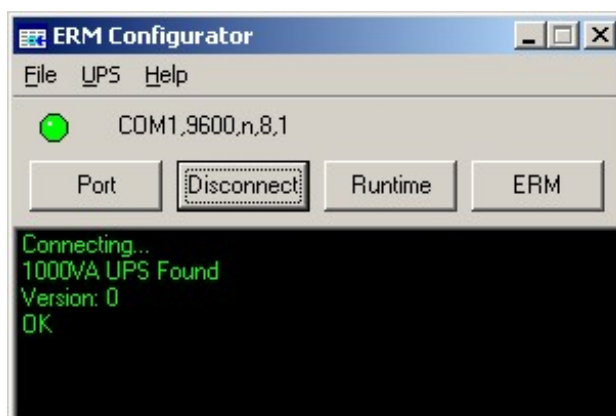

Рис. 5. Установка связи с ИБП.
3. Запустите программу. Нажмите кнопку «Port» и установите номер com порта и скорость передачи данных, по умолчанию скорость порта ИБП составляет 9600 бит/сек. После этого нажмите кнопку «Connect» для установки связи между компьютером и ИБП (рис. 5).